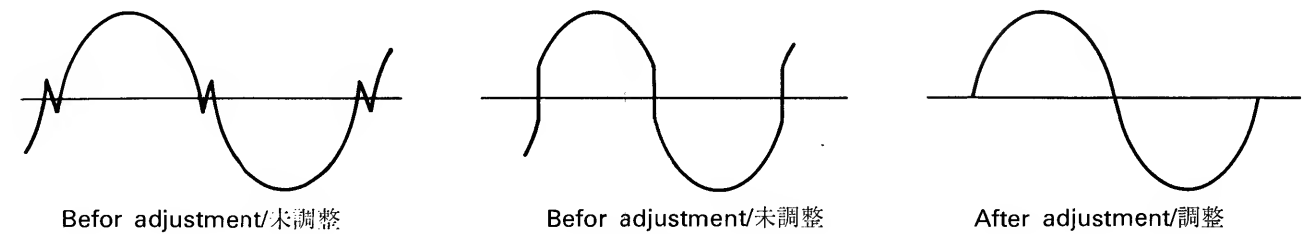
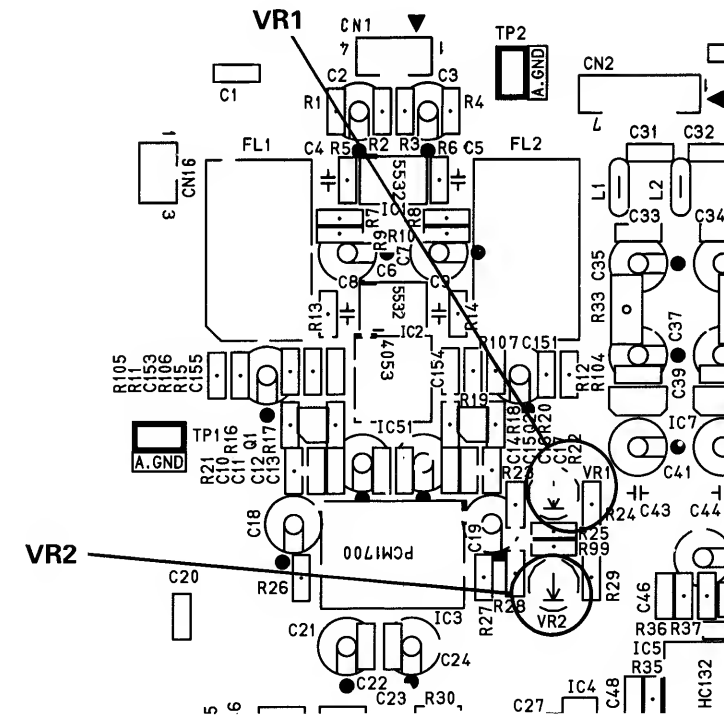

Fig. 1/図 1
Fig. 2/図 2
- c) Looking at the oscilloscope, turn the corresponding semi-variable resistor (VR 1 = L channel, 2 = R channel. Positions are shown in Fig. 2) on the main board until the waveform as shown in Fig. 1 appears.
c) Listen to the sine wave output from the "LINE OUT/L" jack and adjust VR2 on the Main Board (see fig. 2) until noise is minimized.
d) Similarly, adjust VR1 on the Main Board (see fig. 2) using auditory sense.
- c) オシロスコープを見ながら、図 1 のような波形になるように、MAIN BOARD 上の半固定 (Lch=VR2, Rch=VR1: 位置は、図 2 参照) を回して調整して下さい。
c) [LINE OUT/L] ジャックから出力されるサイン波を聞きながら、ノイズ (歪) が最も低くなるように MAIN BOARD の VR2 (図 2 参照) を調整する。
d) [LINE OUT/R] も同様に、聴感上で MAIN BOARD の VR1 (図 2 参照) を調整する。